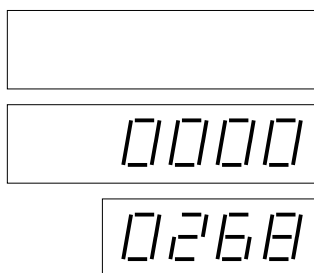

Рис. 11 Общее количество
3. На дисплеях на сторонах колонки при нажатии клавиши „+“ (или „-“) загорятся и погаснут все сегменты (аналогично началу транзакции для контроля правильности всех сегментов), и на короткое время отобразится общее количество выпадений питающей сети *см. рис. 11*.